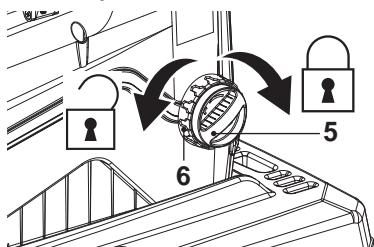

Fig. 7
3. Déverrouillez le bouton de réglage de la contre-lame [5] en tournant la bague de verrouillage (6) dans le sens inverse des aiguilles d'une montre (Fig. 7).